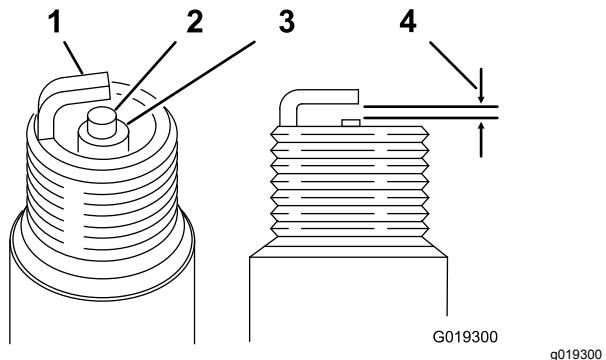

Figure 33
Écartement : 0,70 à 0,80 mm ; voir Figure 33
3. Réglez l'écartement des électrodes entre 0,70 et 0,80 mm (Figure 33).